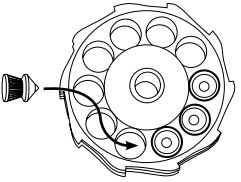

Рис.6
2. Вставляйте пульки с тыльной(не плоской) стороны магазина,юбкой к себе.(Рис.6) Продвигайте пульки до тех пор пока уплотнительные кольца на барабане не обхватят данные пульки за пояс.